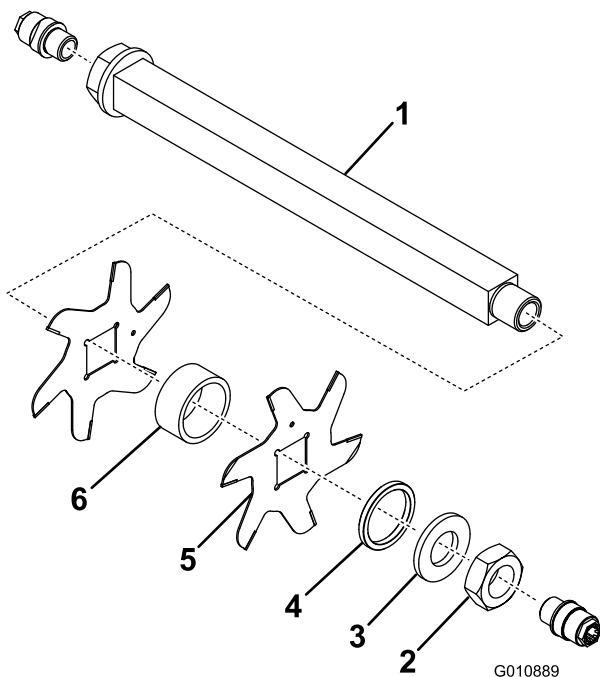

Bild 11
3. Entfernen Sie das kleine Distanzstück, die Scheibe, die Messer und das große Distanzstück. Reinigen und schmieren Sie die rechteckige Welle mit etwas Schmiermittel ein, um die Montage zu vereinfachen (Bild 11).